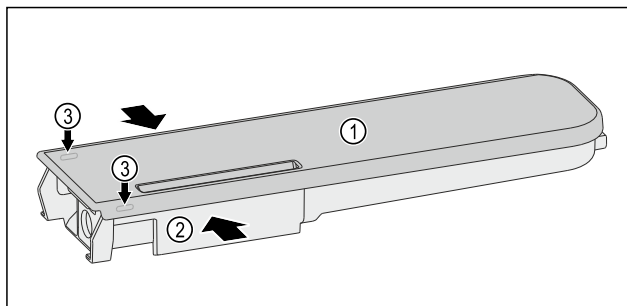

Fig. 209
- Comprimere il serbatoio dell'acqua Fig. 209 (2) e fare leva con attenzione sul coperchio Fig. 209 (1) sollevandolo dai naselli di arresto Fig. 209 (3).
- Spostare leggermente avanti e indietro il coperchio Fig. 209 (1) e rimuoverlo verso l'alto.